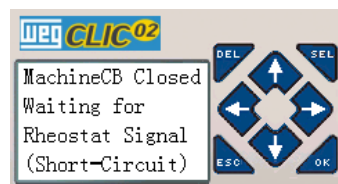

图 5.1：电机断路器闭合状态显示界面
3. 此时，系统显示界面如图 5.1 图所示。
3. 合上电机断路器，并确认 BR1 信号已传送到控制系统。此时控制器界面如图 5.1 所示；